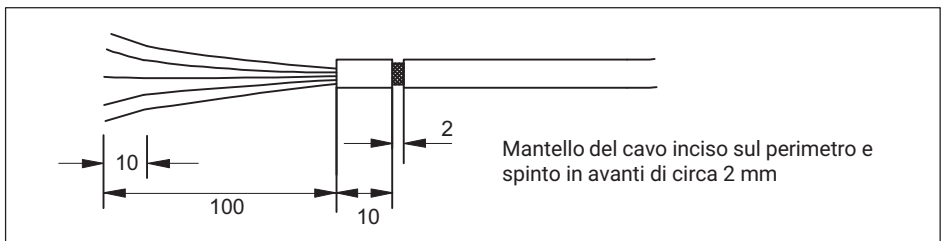

Fig. 8.1 Mantello del cavo inciso
4. Accedere allo schermo incidendo il mantello del cavo (vedi Fig. 8.1).